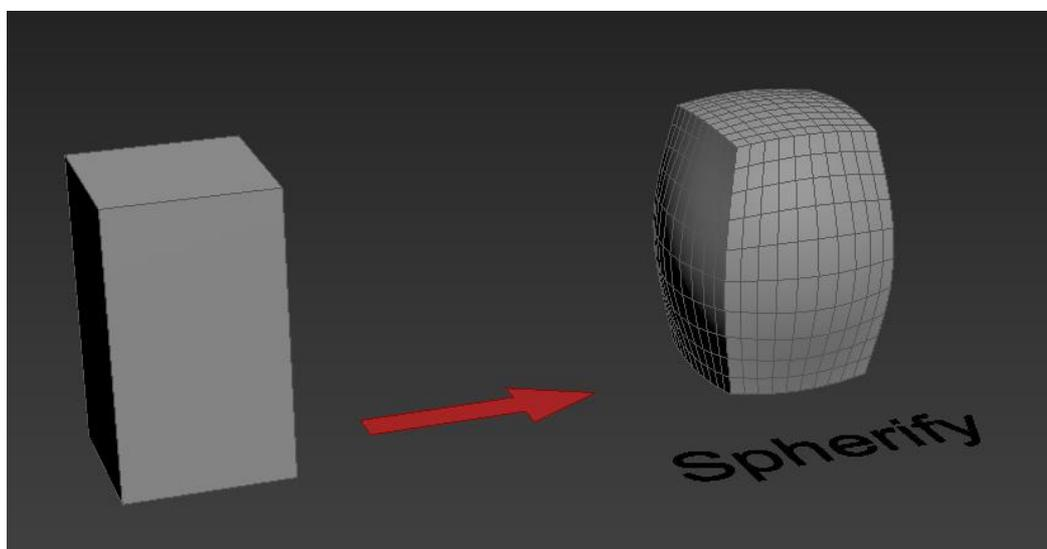

Рис. 36
**Модификатор «Spherify»** (Сферификация) – трансформирует объект или часть объекта в форму близкую к сфере (рис. 36). Панель параметров этого модификатора включает параметр «Percent» (процент) – регулирует процент "сферичности" от общей геометрии объекта или его части. Чем больше процент, тем более округлым становится объект.